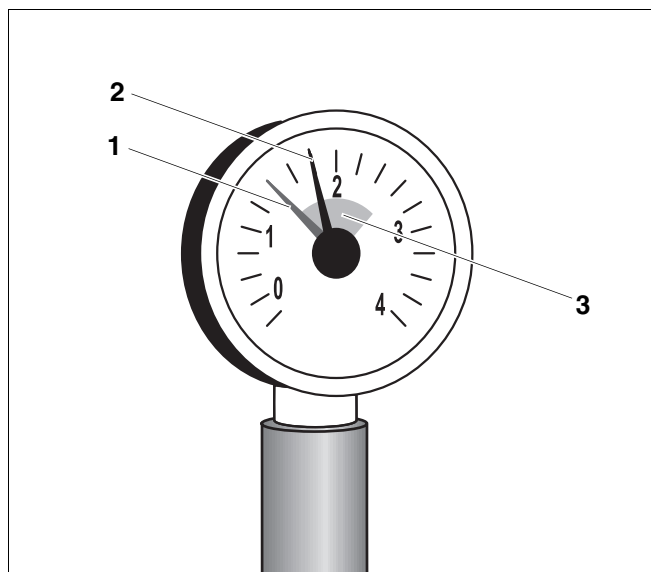

Fig. 6 Manometrul pentru instalațiile închise
La instalații închise indicatorul manometrului trebuie să se afle în interiorul marcajului verde (Fig. 6, **Poz. 2**) (Fig. 6, **Poz. 3**).
Indicatorul roșu al (Fig. 6, **Poz. 1**) manometrului trebuie să fie reglat la presiunea necesară a instalației de încălzire. Specialistul reglează presiunea necesară instalației.
- Verificați, dacă indicatorul manometrului (Fig. 6, **Poz. 2**) se situează în interiorul marcajului (Fig. 6, **Poz. 3**) verde.
Dacă indicatorul manometrului (Fig. 6, **Poz. 2**) nu depășește marcajul verde (Fig. 6, **Poz. 3**), presiunea apei din instalație este prea mică. Apa pierdută trebuie completată cu apă de adaos. Pentru umplerea instalației de încălzire utilizați numai apă de la robinet netratată.
- Umpleți apa de completare prin robinetul KFE, până când indicatorul manometrului (Fig. 6, **Poz. 2**) ajunge în interiorul marcajului verde (Fig. 6, **Poz. 3**).